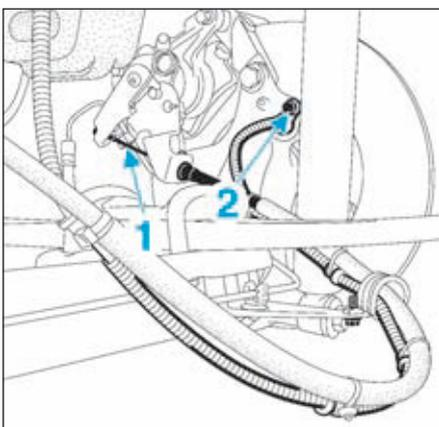

FIG.30
- les câbles du frein de stationnement (1),
- les capteurs de vitesse de roue (2) (Fig.30).